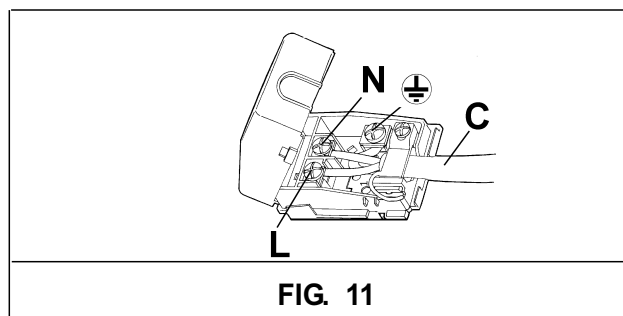

FIG. 11
- aplique no cabo de alimentação "C", se não a possuir (veja fig. 11), uma ficha normalizada adequada à carga indicada na etiqueta de características.
- Efectue a ligação dos pequenos cabos conforme indicado no esquema da fig. 11 e respeitando todos os avisos enumerados a seguir.